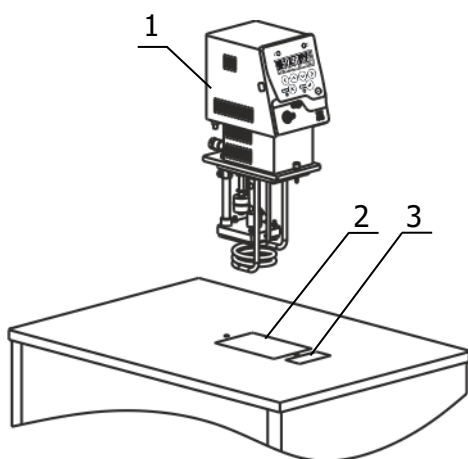
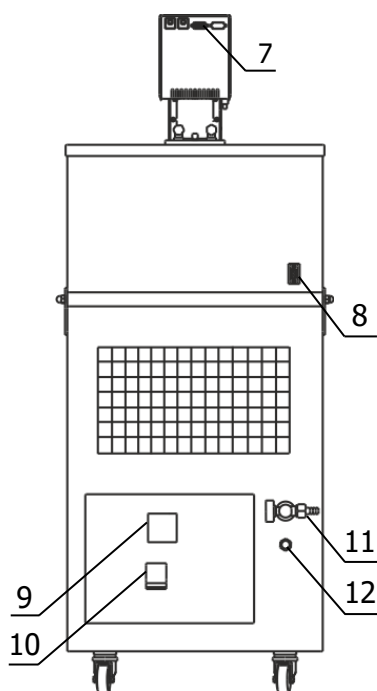

Рисунок 2 — Установка блока регулирования
Рисунок 4 — Задняя панель термостата
2.2.3 Погрузить блок регулирования температуры 1 (рисунок 2) в отверстие 2 и закрепить его винтовыми фиксаторами на крышке термостата.
2.2.4 К переливному штуцеру 12 (рисунок 4) присоединить гибкий шланг, второй конец которого опустить в емкость для сбора излишков теплоносителя объемом 1.5-2 литра.
2.2.5 Заполнить ванну термостата теплоносителем через заливное отверстие 3 (рисунок 2) до момента начала слива теплоносителя из переливного штуцера 12 (рисунок 4). Температурный диапазон применения теплоносителя должен соответствовать значениям, указанным в 1.2.5.
2.2.7 Вставить вилку сетевого кабеля блока регулирования в розетку 9 (рисунок 4). Соединить кабелем из комплекта поставки блок регулирования (разъем 7) и холодильную машину (разъем 8). Сетевой кабель термостата подключить к питающей сети. Для этого в лабораторном помещении должна быть установлена электрическая розетка из комплекта поставки термостата.
2.2.8 Автоматический выключатель 10 (рисунок 4) перевести в положение «включено».
2.2.11 Для заполнения соединительных шлангов и устранения воздушных пробок при первом запуске термостата, необходимо включить блок регулирования в режиме прокачки. При работе циркуляционного насоса уровень теплоносителя во внутренней ванне понизится, что может привести к срабатыванию защиты от недостаточного уровня теплоносителя. Доливать теплоноситель следует до тех пор, пока он не начнет переливаться через штуцер 12 (рисунок 4).
2.3.3 При работе термостата на температурах, близких к нижней границе диапазона регулирования необходимо доливать теплоноситель до момента слива его из переливного штуцера 12 (рисунок 4) при охлаждении термостата на каждые 10 °С.
- на короткое время перевести автоматический выключатель 10 (рисунок 4) в положение «выключено»;
2.4.4 Перед повторным запуском холодильной машины после наступления аварийной ситуации необходимо отключить питание термостата, для этого перевести автоматический выключатель 10 (рисунок 4) в положение «выключено».
2.5.2 Надеть сливной шланг из комплекта поставки на кран 11 (рисунок 4) и закрепить его хомутом. Свободный конец шланга опустить в емкость для сбора теплоносителя объемом, превышающим объем термостата.